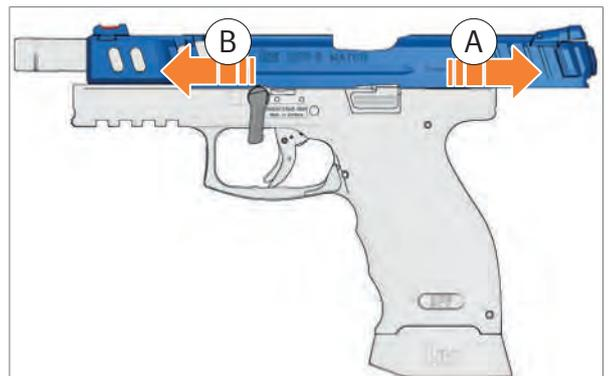

Abb. 58: Verschluss vom Griffstück schieben
4. Verschluss nach hinten ziehen und halten (Abb. 58).
5. Verschluss langsam nach vorne führen und vom Griffstück schieben (Abb. 58).